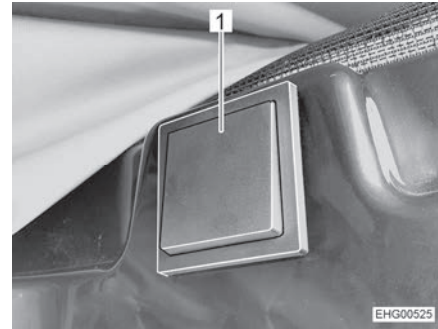

Bild 69 Taster für elektrische Entriegelung
Der Taster für die elektrische Entriegelung (Bild 69) ist auf der rechten Seite im Bereich über der Schiebetür angebracht.
- Taster (Bild 69,1) mindestens 2 Sekunden lang drücken.